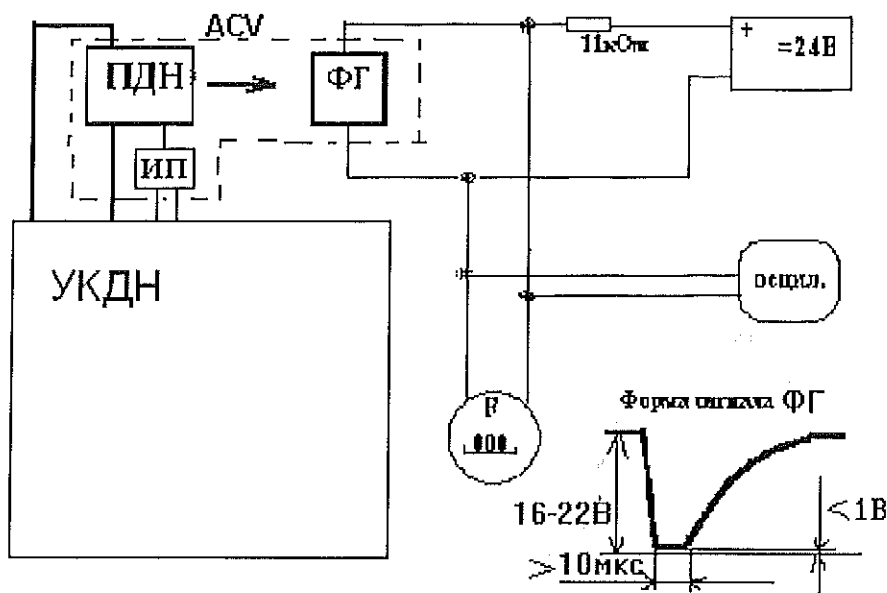

Рис.1 Схема проверки АСУ.
4.1 Проверка датчика производится по схеме, приведенной на рис.1.
6.1.1 Соберите схему, показанную на рис.1.
6.1.3 Чтобы проверить ИК-излучатель преобразователя, подключите заведомо исправную фотоголовку согласно рис.1, и поместите ее на расстоянии 350-400мм, соблюдая соосность свето- и фотодиодов.
Если преобразователь исправен, на экране осциллографа, подключенного к фотоголовке, будут наблюдаться импульсы, как показано на рис.1.